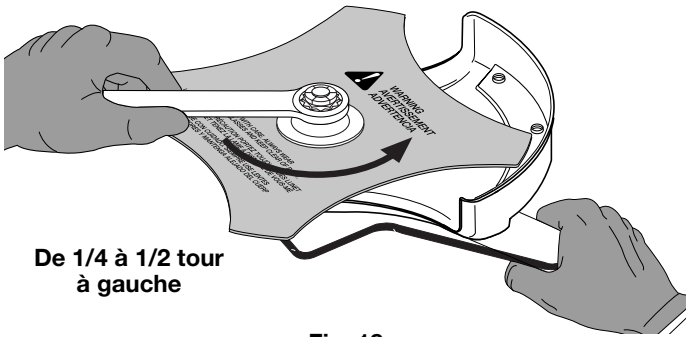

Fig. 18
- Si vous n'avez pas de clé dynamométrique, utilisez une clé fermée ou à douille de 13 mm et tournez l'écrou jusqu'à ce que la retenue soit bien ajustée contre la bague de l'arbre. Assurez-vous que la lame est bien mise, puis donnez à l'écrou entre 1/4 et 1/2 tour supplémentaire à gauche (Fig. 18).